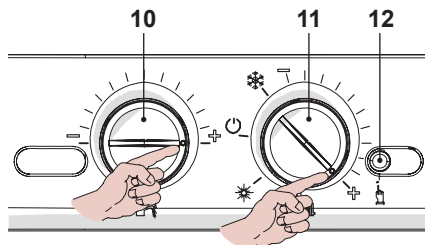

Рисунок 7.1
- Поверните переключатель функций 11, как показано на рисунке Рисунок 7.1.